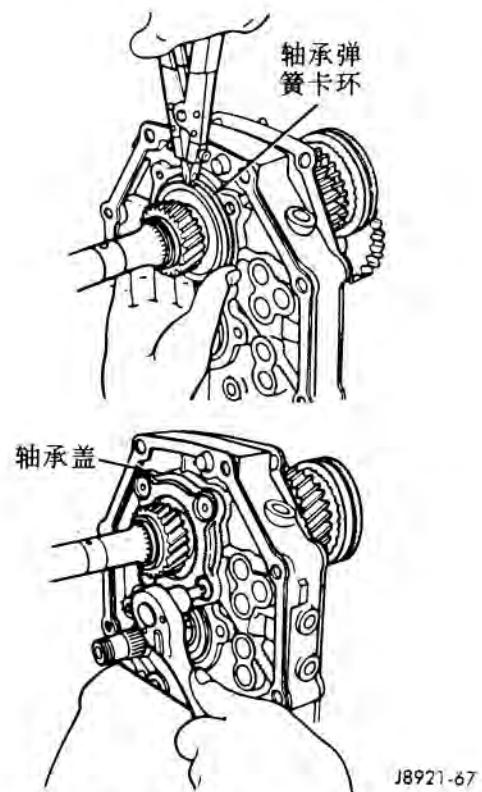

图 67 安装轴承盖和弹簧卡环
(22) 安装后轴承弹簧卡环和轴承盖 (图 67)。拧紧轴承盖螺钉，紧固扭矩为 18 牛顿米 (13 磅英尺)。